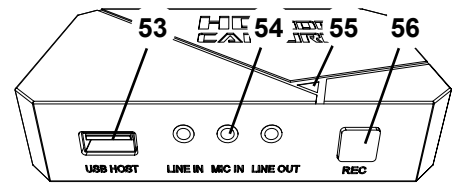

Fig. 35
- ⇒ Appuyer sur la touche REC (56, Fig. 35) de l'enregistreur vidéo HDMI.
- ◆ La LED de signalisation rouge (55, Fig. 35) est allumée.
- ⇒ Brancher le câble du microphone du casque-micro (fiche rose) sur le connecteur MIC IN (54, Fig. 35) (marquage rose).